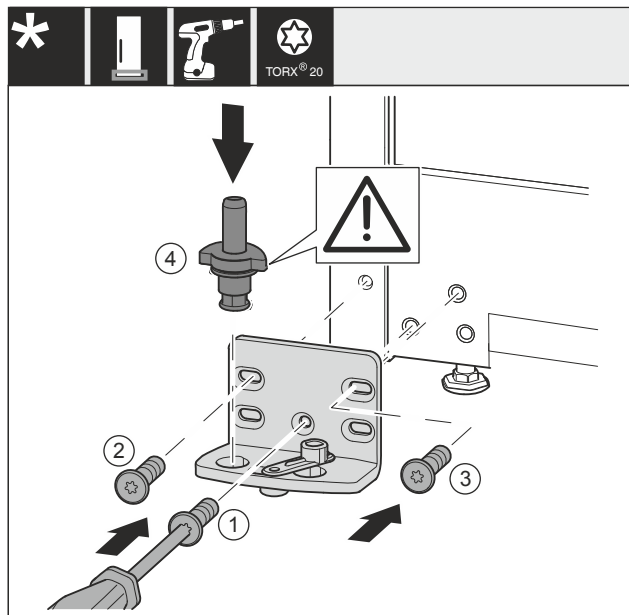

Fig. 38 *
- Placer le support de palier de l'autre côté et le visser avec un tournevis. Commencer par la vis Fig. 38 (1) en bas au milieu.*
- Serrer la vis Fig. 38 (2) et la vis Fig. 38 (3).*
- Insérer complètement l'axe de palier Fig. 38 (4). Veiller à ce que l'ergot soit orienté vers l'arrière.*